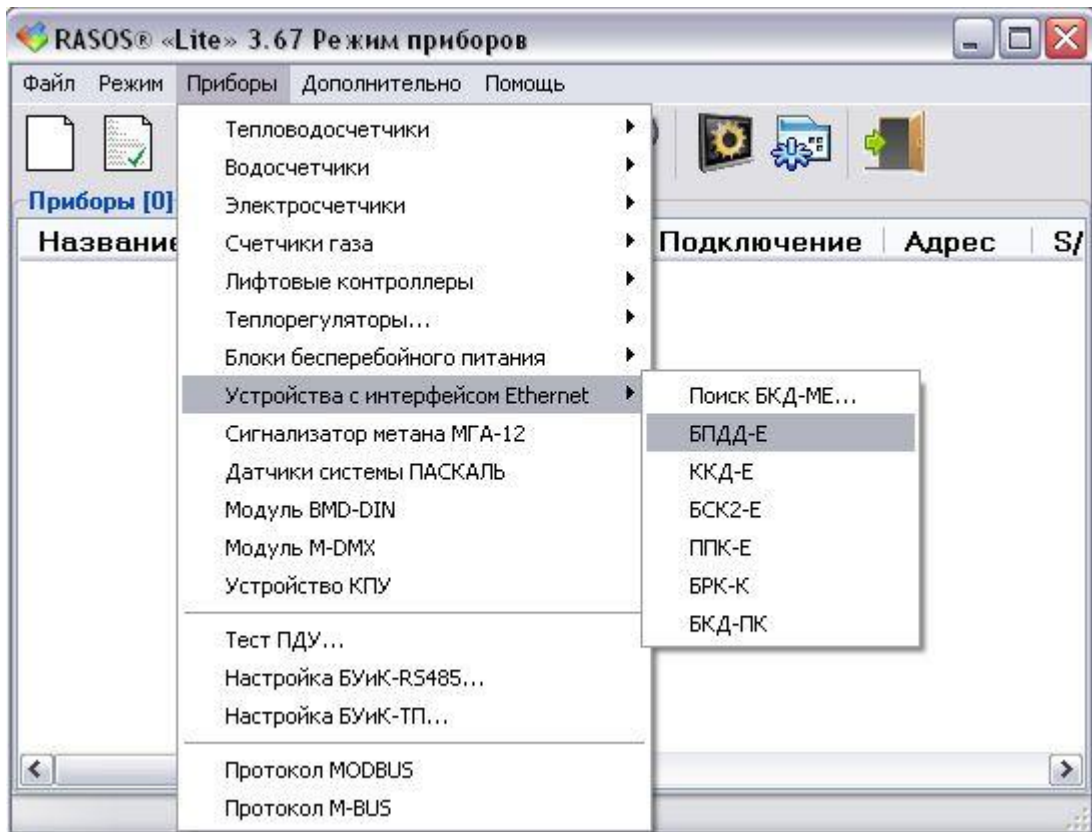

Рисунок 24 – Подключение к виртуальному БПДД-Е
14.6.1 Запустить программу RASOS и переключить программу в режим «Приборы», затем выбрать вкладку «Приборы» и «Устройство с интерфейсом Ethernet» и «БПДД-Е» (рисунок 24).